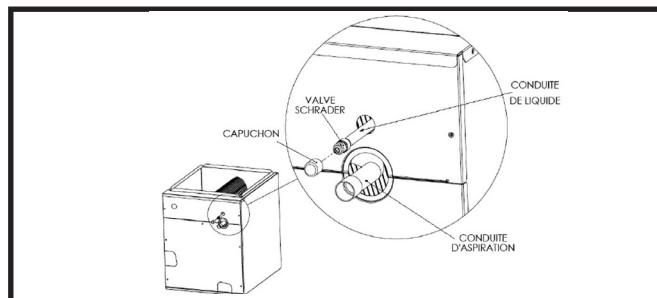

Figure 1. Emplacement des conduites de suction et de liquide
1. Retirez le capuchon (Figure 1) du bout de la conduite de liquide.